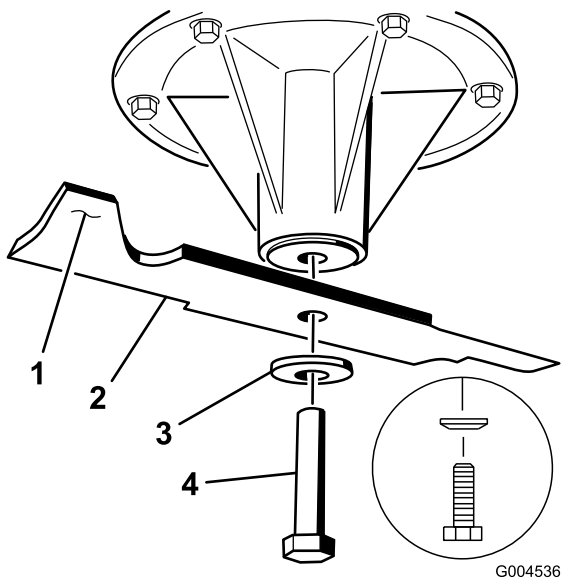
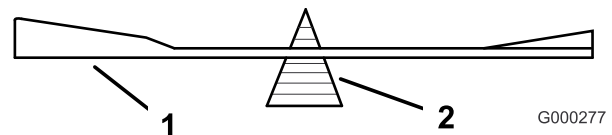

Bild 91
Bild 93
2. Entfernen Sie die Messerschraube, Wellenscheibe und das Messer von der Spindelwelle (Bild 91).
2. Überprüfen Sie die Auswuchtung des Schnittmessers auf einer Ausgleichmaschine (Bild 93). Wenn das Schnittmesser in seiner horizontalen Position bleibt, ist es ausgewuchtet und kann wiederverwendet werden. Feilen Sie, wenn das Schnittmesser nicht ausgewuchtet ist, vom Flügelbereich des Messers etwas Metall ab (Bild 91). Wiederholen Sie diesen Vorgang, bis das Messer ausgewuchtet ist.